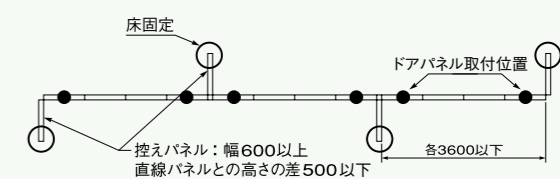
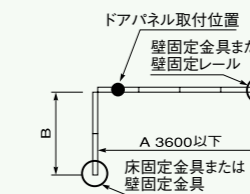

図30 両側控え
図33
- パネルを直線に設置する場合には、倒れを防止するため、図30~図33に示す条件を守ってください。控えパネルは、幅600mm以上でかつ直線パネルとの高さの差が500mm以下のものを採用してください。